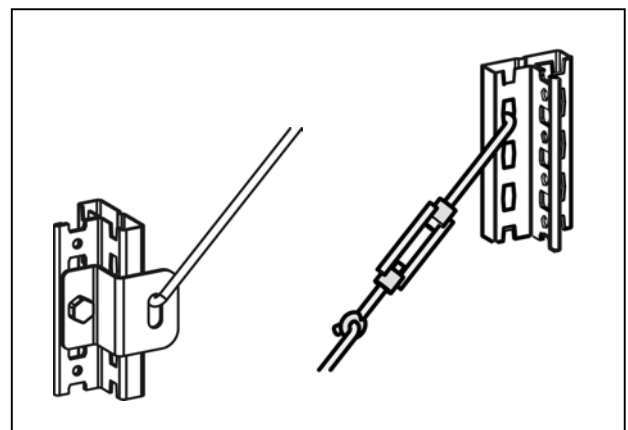

Abb. 6
- 3.5 Die Diagonalstrebe zusammen mit dem Spannschloß in die Lochung der Strebenlasche und in die Lochung des hinteren Profils des Stützrahmens des Eckregalfeldes einhängen (Abb. 6). Danach das Regal mittels Wasserwaage senkrecht ausrichten und durch Drehen des Spannschlusses fixieren.